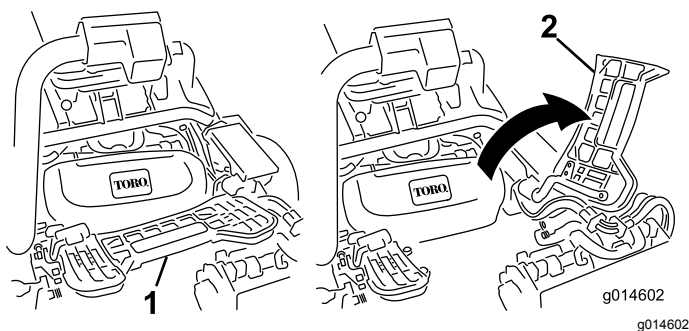

Bild 44
1. Heben Sie die Fußplattform an und schwenken sie in die geöffnete Stellung, um die Stellung der mittleren Schneideinheit zugänglich zu machen (Bild 44).